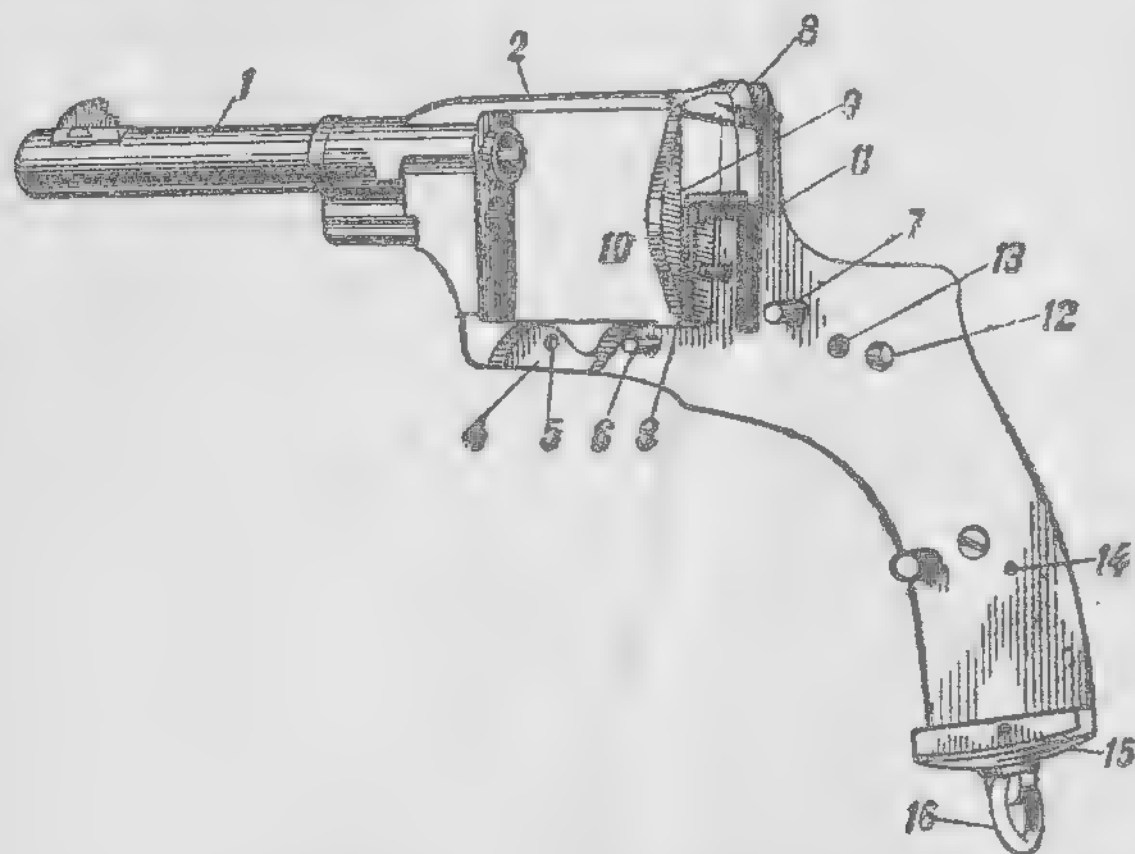

Рис. 8. Рамка с ввинченным стволом:
10. Рампа (рис. 8) служит для соединения частей револьвера и рукоятки.